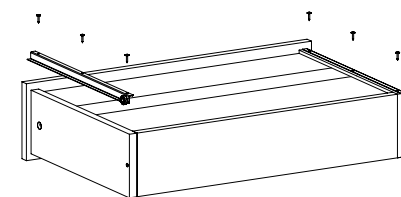

Рис.9
15. Закрепить полозки направляющих на ящики шурупами 3,5x16 (Рис. 9).